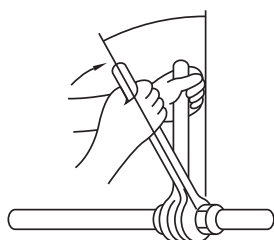

Fig. 5-9
- Απλώστε ένα λεπτό στρώμα ψυκτικού λιπαντικού στην επιφάνεια έδρασης του αγωγού. (Fig. 5-9)